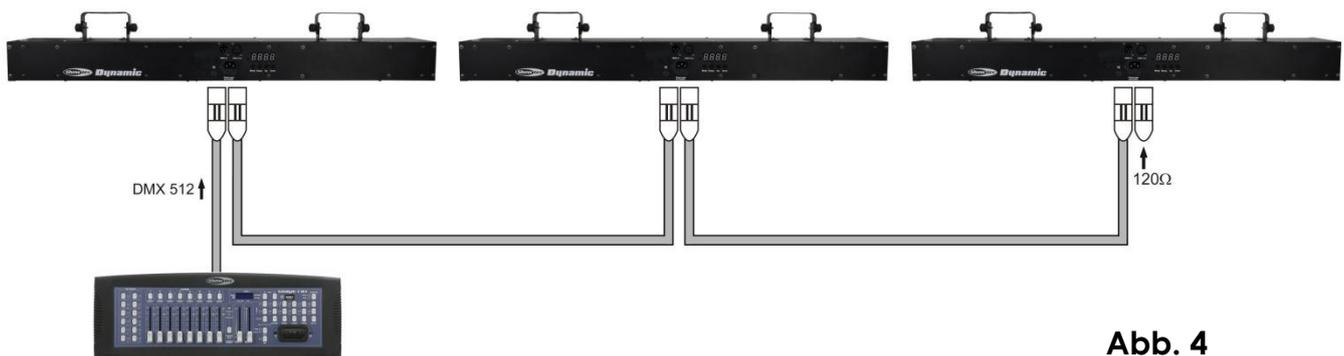

Abb. 4
3. Die Geräte wie (in Abbildung 4) dargestellt verbinden. Ein DMX-Signalkabel vom DMX-Ausgang „OUT“ des ersten Geräts mit dem Eingang „IN“ des zweiten Geräts verbinden. Diesen Vorgang wiederholen, um das zweite, dritte und vierte Gerät anzuschließen.